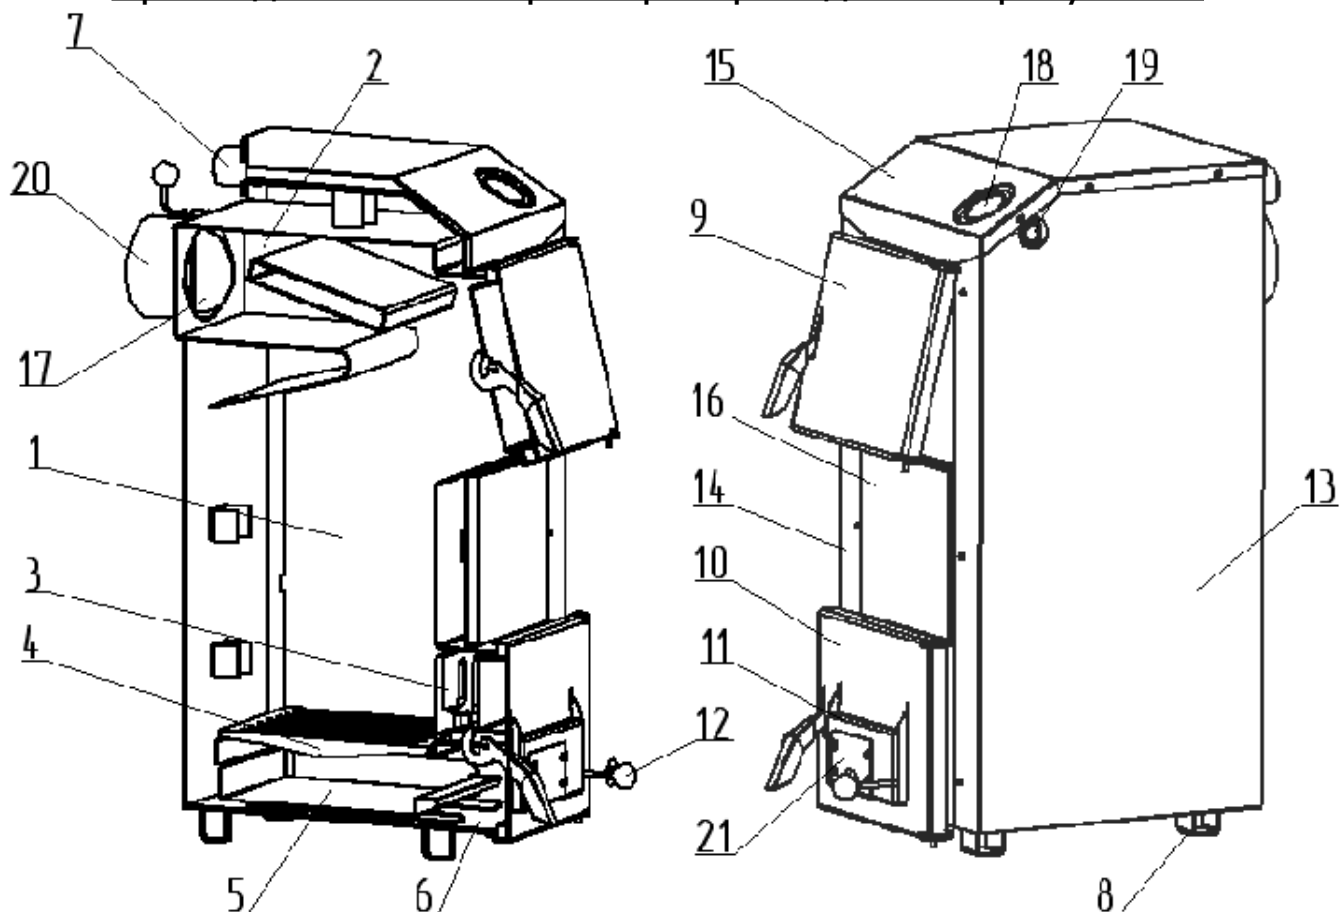
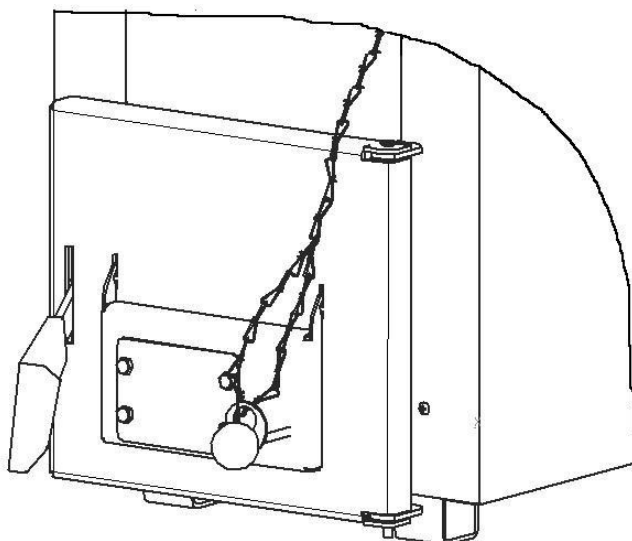

Рисунок 1. Котел отопительный
Рисунок 9
6.1.6 Установить регулятор тяги Regulus RT3 или Honeywell FR124. Для этого на правой стенке котла вывинтить заглушку (поз.19, рис.1) как показано на рисунке 6.
Второй свободный конец цепочки пропустить через отверстие зацепа на заслонке поз.11 (рис.1) и закрепить крючком за звено цепочки (рисунок 9). Проверить возможность свободного движения рычага при повороте ручки управления.
Установить вентилятор. Для этого на заслонке (поз.11, рис.1) демонтировать заглушку (поз. 12, рис. 1) как показано на рисунке 10.
Закрепить вентилятор на заслонке поз.11 (рис. 1) при помощи болтов М6 с гайками, как показано на рисунке 11
7.1.5 Регулирование температуры воды в котле проводится с помощью шибер (рис.1 поз.17) и заслонки (рис.1 поз.11). Для увеличения температуры необходимо открыть шибер и заслонку, для уменьшения — полностью или частично закрыть шибер и заслонку.
При оборудовании котла регулятором тяги Regulus RT3 или Honeywell FR124 регулирование температуры воды проводится с помощью шибер (рис.1 поз.17) и регулятора тяги. Для увеличения температуры необходимо открыть шибер и установить ручку управления регулятора на отметку более высокой температуры, для уменьшения — полностью или частично закрыть шибер и установить ручку управления регулятора на отметку более низкой температуры.
7.2.1 Для прекращения работы котла полностью закрыть заслонку (поз.11, рис.1). При этом прекращается подача воздуха в топку и топливо постепенно гаснет.